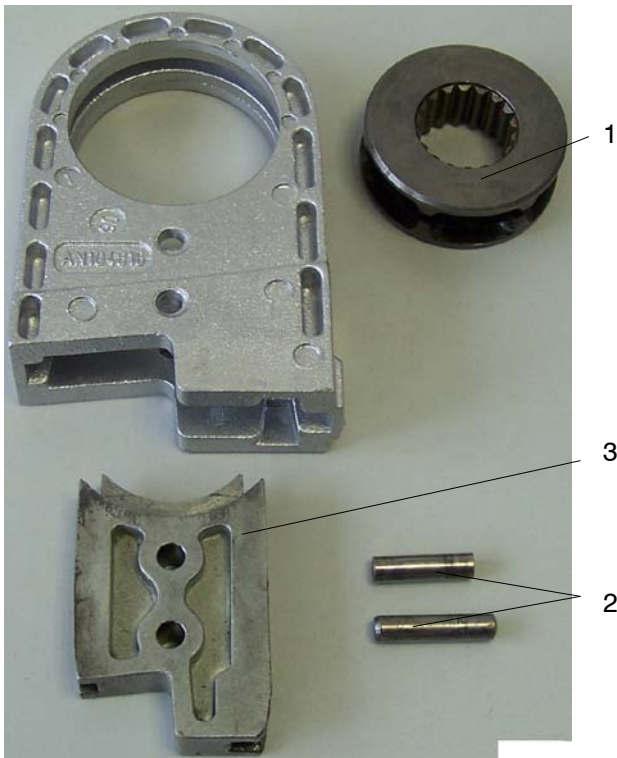

Bild 25
Zum Ausbau des Kettenrades (1, Bild 25) wird / werden:
- die Zylinderstifte (2, Bild 25) entfernt.
- Abstreifer (3, Bild 25) nach unten herausgezogen
- das Kettenrad (1, Bild 25) seitlich entnommen